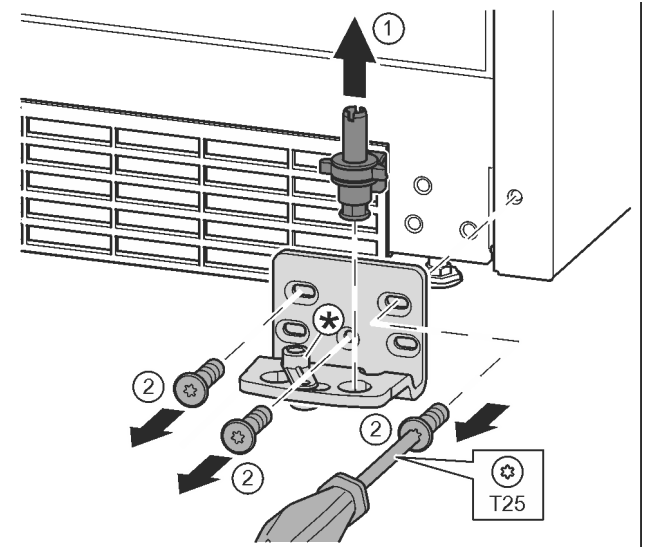

Fig. 15
- ▶ Extrageți complet bolțul de lagăr în sus. Fig. 15 (1)
- ▶ Deșurubați șuruburile cu șurubelnița T25 și detașați suportul de lagăr. Fig. 15 (2)